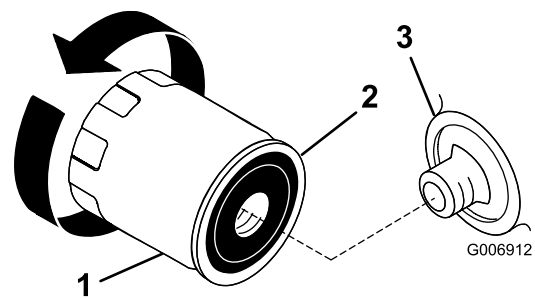

Figura 33
2. Retire el filtro usado y limpie con un paño la superficie de la junta (Figura 33) del adaptador del filtro.
3. Aplique una capa fina de aceite nuevo a la junta de goma sobre el nuevo filtro de aceite (Figura 33).
5. Gire el filtro de aceite en el sentido de las agujas del reloj hasta que la junta de goma entre en contacto con el adaptador del filtro, luego apriete el filtro de aceite media o tres cuartos de vuelta más (Figura 33).